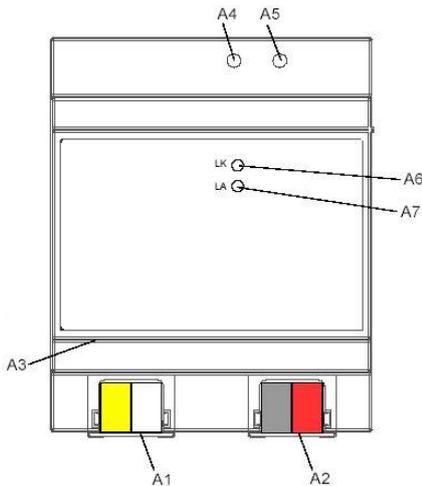

Bild 1: Lage der Anzeige- und Bedienelemente
- Verbinden Sie die Hilfsspannung AC/DC 24V mit der gelb-weißen Busklemme (Bild 1, A1).
- Verbinden Sie die Busleitung mit der schwarz-roten Busklemme (Bild 1, A2).
- Stecken Sie ein Ethernet Patchkabel mit RJ45 Stecker in die RJ45 Buchse (Bild 1, A3), um das Gerät mit dem LAN / Intranet zu verbinden.
Es besteht eine Verbindung zu einem Netzwerk, wenn die gelbe LED mit der Kennzeichnung LK (Bild 1, A6) dauernd leuchtet. Wenn die LED LA (Bild 1, A7) aufleuchtet, werden Daten vom bzw zum Gerät gesendet.
- Entfernen Sie zuerst das Ethernet Patchkabel aus der RJ45 Buchse (Bild 1, A3).
- Entfernen Sie die gelb-weiße Busklemme (Hilfsspannung) aus der Buchse (Bild 1, A1).
- Entfernen Sie die schwarz-rote Busklemme (Busleitung) aus der Buchse (Bild 1, A2).